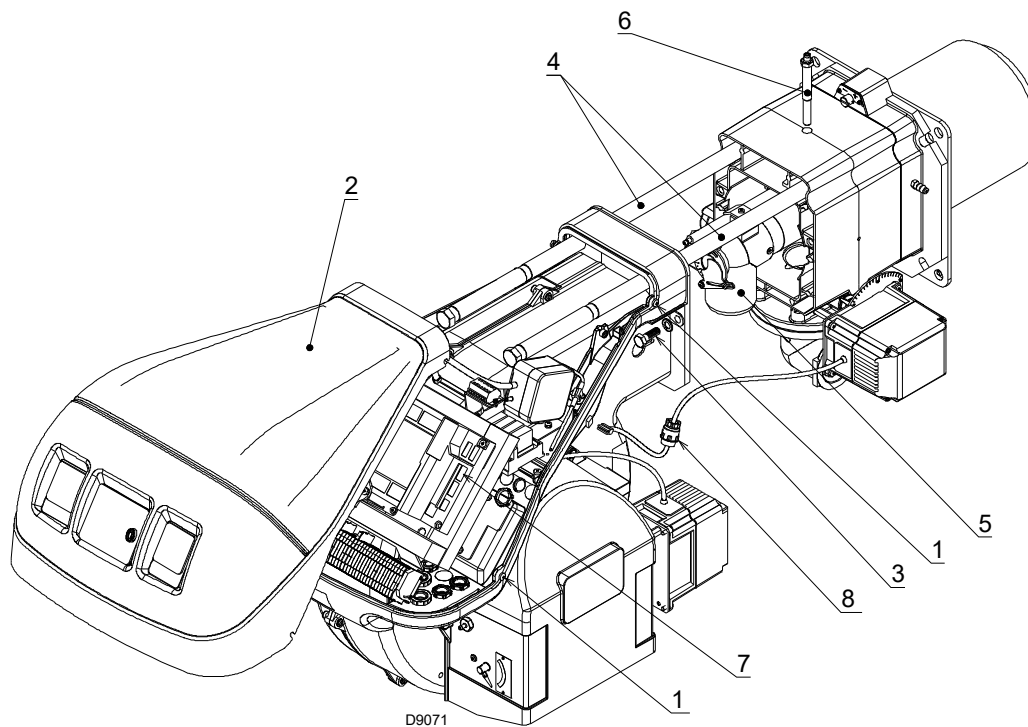

Abb. 39
- Lösen Sie die 4 Schrauben 1)(Abb. 39) und entfernen Sie die Verkleidung 2);